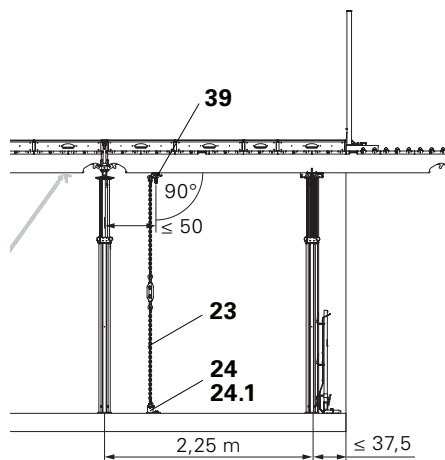

Fig. A8.01
Montare l'attacco ancoraggio SAO (39) sulla trave longitudinale. Distanza max. dal puntello interno 50 cm. Ancorare con catena (23), piastra base (24) e vite di ancoraggio (24.1). (Fig. A8.01)